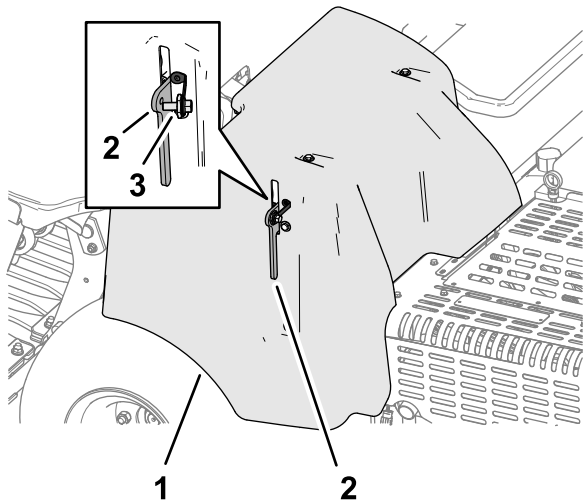

图 141
- 如果您的机器安装有符合欧盟 (CE) 标准的皮带罩 门锁系索应旋松系索螺栓直至其与皮带罩门锁分离 图 141。